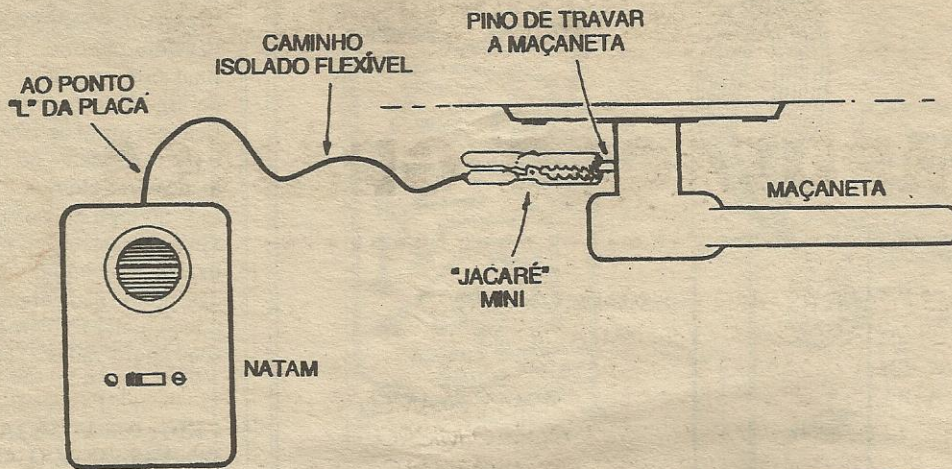

Fig.7
- FIG. 7 - UM TRUQUE PARA GARANTIR SENSIBILIDADE, EM CONDIÇÕES MUITO ADVERSAS... - Em alguns casos (cuja ocorrência depende muito de fatores externos, extra-circuito...) pode ser que o sistema de sensoramento por loop isolado não apresente a desejada sensibilidade (o trim-pot, em qualquer ajuste possível, apenas gera duas condições: ou sinal sonoro continuamente disparado, ou